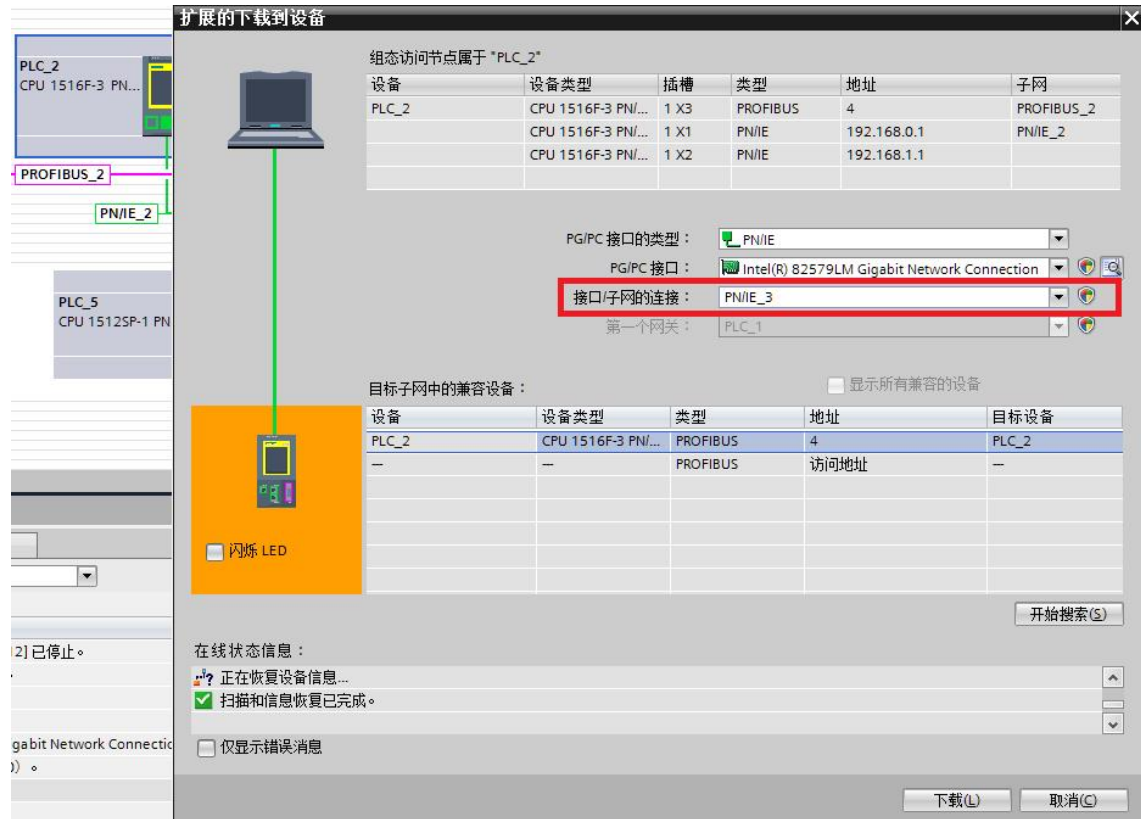

图 2-5 参数匹配时使用 S7 路由对 PLC\_2 下载
1. 实际 PLC\_2 的 PROFIBUS DP 接口的网络参数（站地址和波特率等）与硬件配置中设置的一致，则可以直接通过 PLC\_1 路由到 PLC\_2。在网络视图中选中 PLC\_2，点击下载按钮，弹出的“扩展的下载到设备”窗口中，在“接口/子网的连接”选项处，选择 PG/PC 接入的子网，本例中即为新添加的“PN/IE\_3”，此时在“第一个网关”处会自动出现“PLC\_1”，点击“开始搜索”按钮，则可以自动搜索出 PLC\_2，点击“下载”按钮，可以完成对 PLC\_2 的硬件下载，如图 2-5 所示。